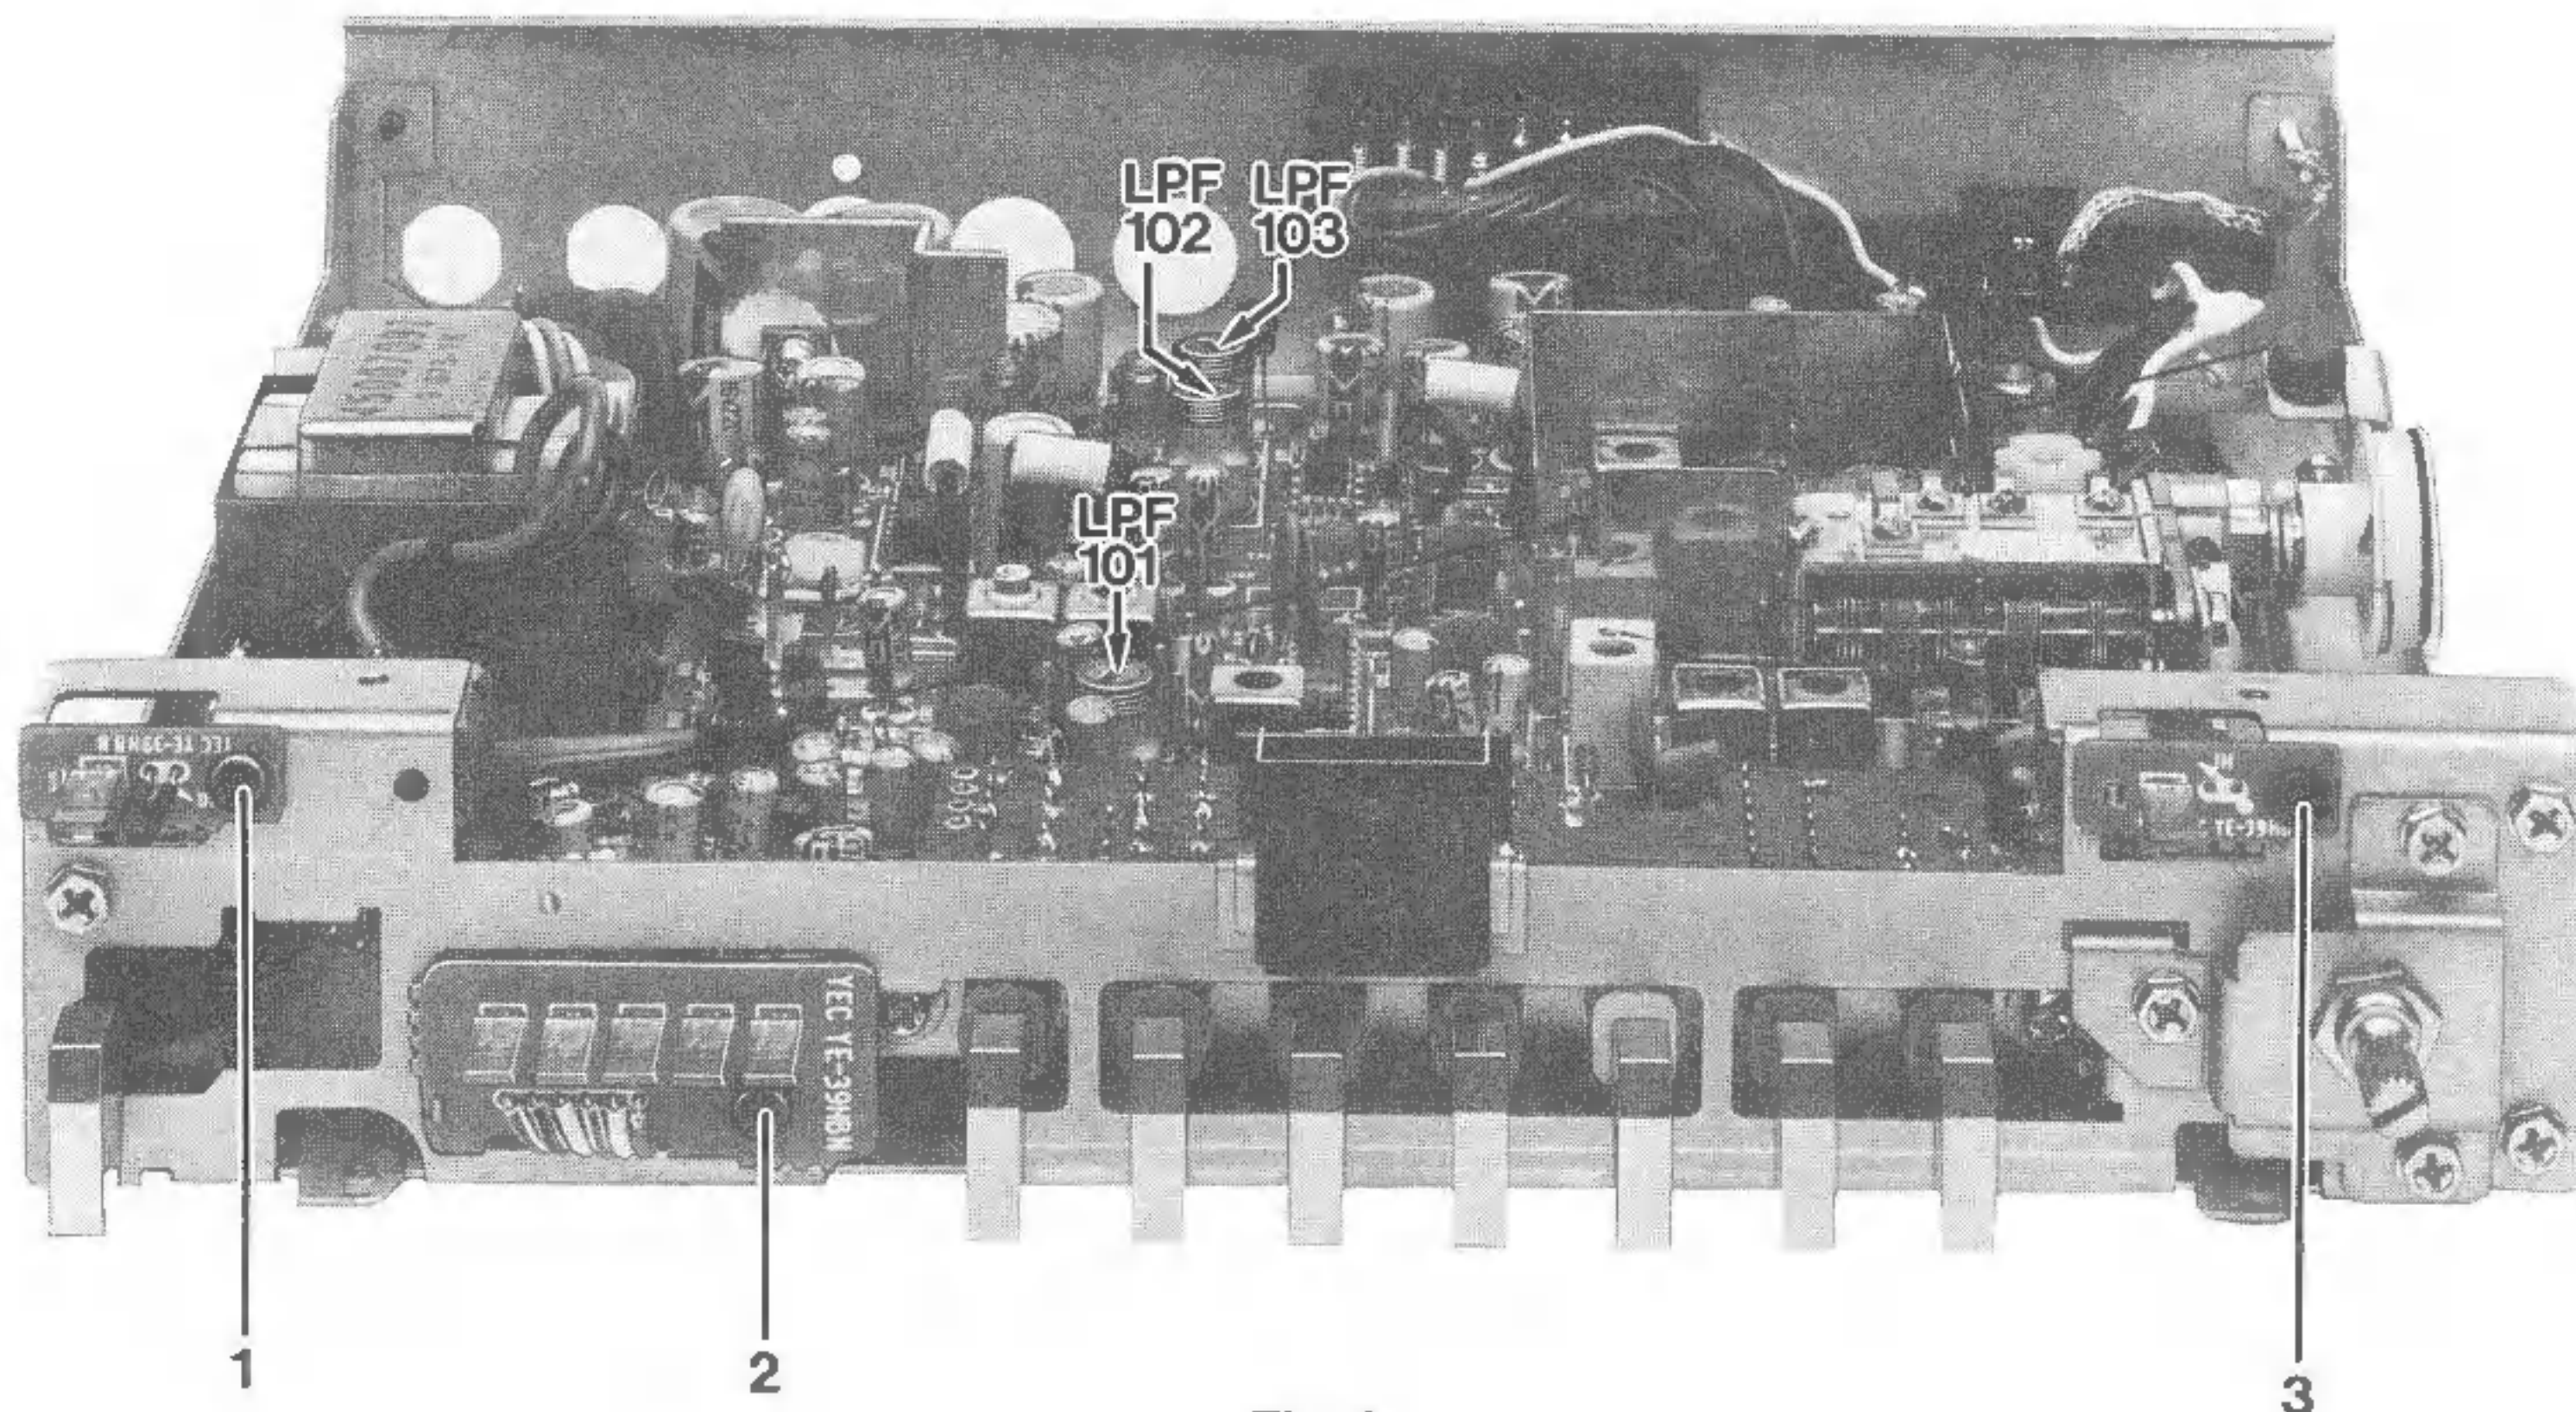

Fig. 1
3. Die Trägerplatten der LED's sind mit Kunststoffdübeln befestigt (1–3, Fig. 1). Zum Ausbau die Stifte mit einer dünnen Schraubendreherklinge abhebeln und herausziehen.
3. The LED carrier boards are attached by means of plastic dowel pins (1–3, Fig. 1). For removal slowly lift the pins by a sharp screwdriver and pull them out.
1. **ACHTUNG!** Die Tiefpaßfilter LPF 101–103 dürfen nicht verdreht werden (Fig. 1).
1. **ATTENTION!** The low pass filters LPF 101–103 must not be tuned (see Fig. 1).